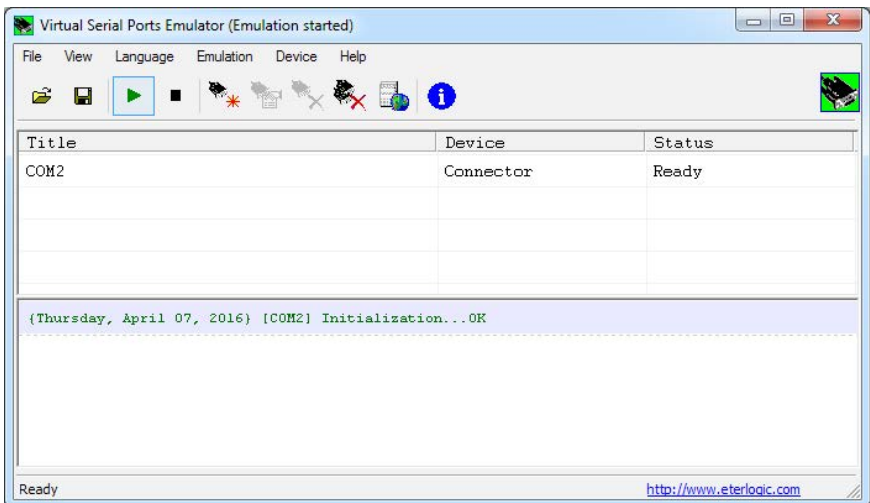

Рисунок 5. Виртуальный COM-порт: коннектор
5. Создайте «коннектор» (рисунок 5), для чего: